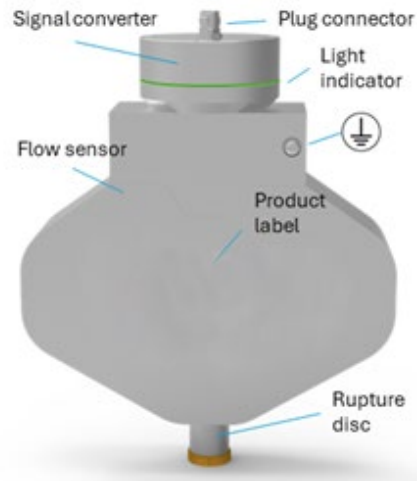

Abb. 1: Komponenten des Durchflussmessers
Die Coriolis Massedurchflussmesser sind für die gleichzeitige Messung von Massenstrom, Volumenstrom, Temperatur und Dichte vorgesehen. Das Gerät besteht aus einem Durchflusssensor und einem direkt montierten Signalwandler, siehe auch Abb. 1. Die Schutzart beträgt bis zu IP67 (NEMA 4X).
- Aus Sicherheitsgründen sind alle Durchflussmesser mit einer **Berstscheibe** am Sensorgehäuse ausgestattet (siehe Abb. 1). Eine Berstscheibe ist ein Druckentlastungselement zum Schutz der Systeme vor Überdruck. Im unwahrscheinlichen Fall einer Leckage in der Durchflussrohrleitung öffnet sich das Berstscheibenelement, sobald der Gehäuseinnendruck etwa zwei barg übersteigt. Um Personen- oder Sachschäden zu vermeiden, schließen Sie ein Rohr oder einen Schlauch an das Berstscheibengehäuse (G ½") an, um die entlastete Flüssigkeit und/oder das entlastete Gas aus dem Gehäuse des Zählers durch die Berstscheibe an einen sicheren Ort zu leiten, weg von den Bedienpersonen in diesem Bereich.